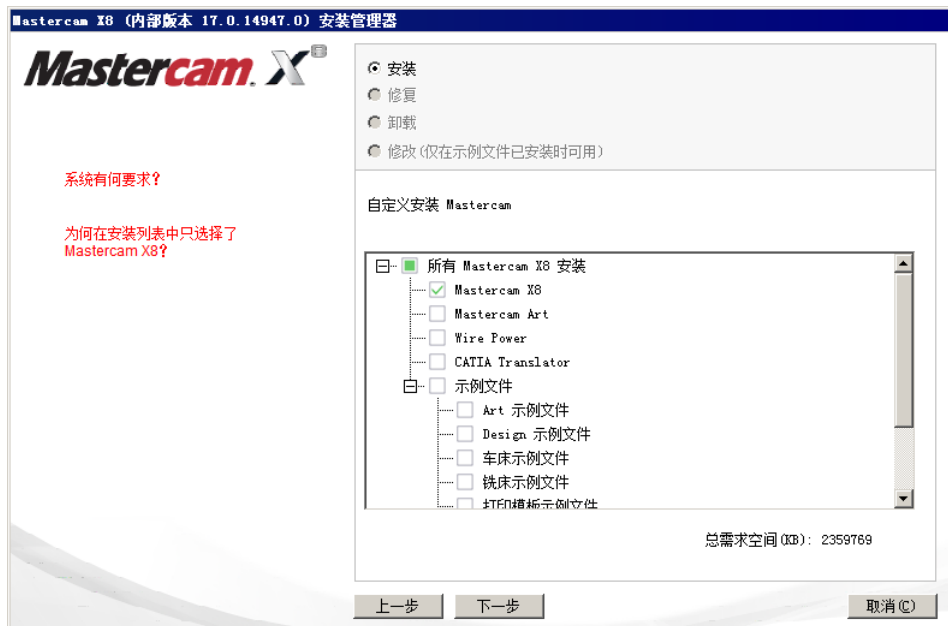

图 2.4.3 “Mastercam X8（内部版本 17.0.14947.0）安装管理器”对话框（二）
Step3. 单击  按钮，系统弹出图 2.4.3 所示的“Mastercam X8（内部版本 17.0.14947.0）安装管理器”对话框（二），选中 ☒ Mastercam X8 复选框。